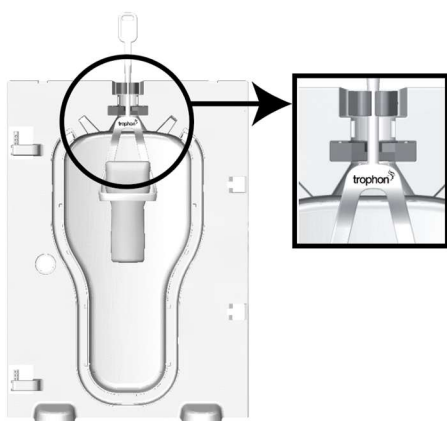
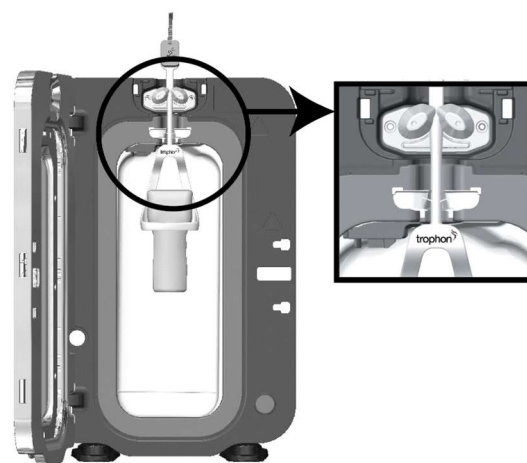

Abbildung 4
Abbildung 5
- **WUPH-A** The Trophon Wireless Ultrasound Probe Hanger-A (WUPH-A) holds a compatible wireless ultrasound probe in the trophon chamber. It is suitable for use with both trophon EPR and trophon2 devices (see Figure 4 and Figure 5 respectively).
- **WUPH-A** Trophon Wireless Ultrasound Probe Hanger-A (WUPH-A) hält eine kompatible drahtlose Ultraschallsonde in der trophon-Kammer. Er kann mit mit trophon EPR- und trophon2-Geräten verwendet werden (siehe Abbildung 4 bzw. Abbildung 5).
- **WUPH-A** Le Trophon Wireless Ultrasound Probe Hanger-A (WUPH-A) contient une sonde à ultrasons sans fil compatible dans la chambre du trophon. Il peut être utilisé avec les appareils trophon EPR et trophon2 (voir Figure 4 et Figure 5 respectivement).